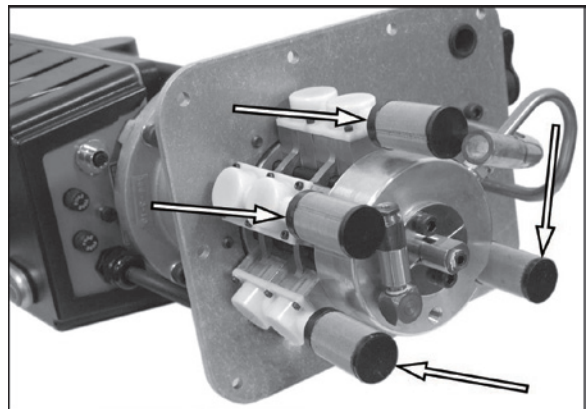

Figura 56.
2. Consulte la Figura 56. Retire los filtros de succión de entrada.